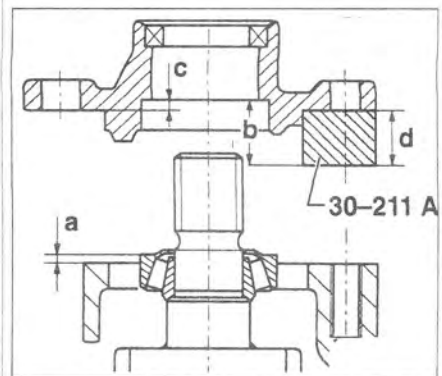

Рис. 5.91. Определите осевой зазор вала КОМ.
11. Определите осевой зазор вала КОМ (рис. 5.91). Расстояние «b» 19.5 мм – Расстояние «a» 15.1 мм = Расстояние «с» 4.4 мм. Расстояние «с» 4.40 мм – Расстояние «a» 3.55 мм = осевой зазор вала КОМ 0.85 мм.